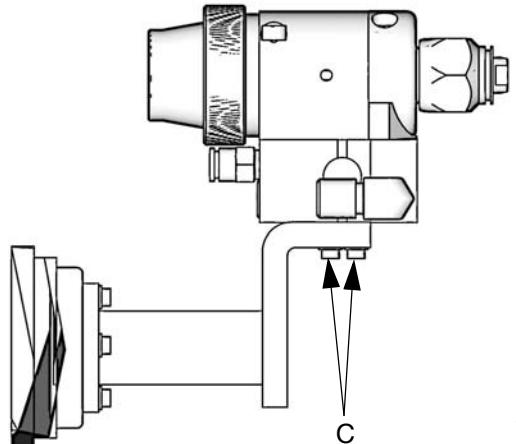

Рис. 4: Монтаж стационарного держателя
Чтобы смонтировать пистолет на стационарном держателе (смотрите Рис. 4 и **Расположение монтажных отверстий**, стр. 28):
- Установите запорный клапан стравливающего типа на линии подачи воздуха в цилиндр пистолета, ниже воздушного регулятора, для перекрытия подачи воздуха в цилиндр пистолета. Подсоедините линию подачи воздуха к впускному отверстию цилиндра пистолета (C). Смотрите Рис. 4.
- Для случаев распыления краски, установите встроенный жидкостный фильтр, деталь № 210500, на отверстии впуска жидкости в пистолет (F) во избежание засорения распылительного наконечника частицами, содержащимися в жидкости. Смотрите Рис. 4.
- Подсоедините электропроводящий жидкостный шланг к отверстию впуска жидкости в пистолет (F) или дополнительному встроенному фильтру.